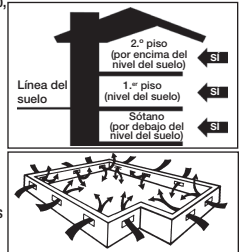

Figura 1
• Los espacios de servicio deben tener un mínimo de 18" (46 cm) del suelo al lado inferior de las vigas. Es necesario cubrir el suelo con una película de polietileno negro de 6-20 mil que actuará como barrera de vapor y con las juntas espaciadas a 6" (15 cm) y selladas con cinta adhesiva resistente a la humedad. El espacio de servicio de altura limitada deberá tener una ventilación de perímetro igual a un mínimo de 1.5% del área en pies² (m²) del espacio de servicio de altura limitada. Estas aberturas de ventilación deberán estar debidamente ubicadas para promover la ventilación cruzada (Figura 1).